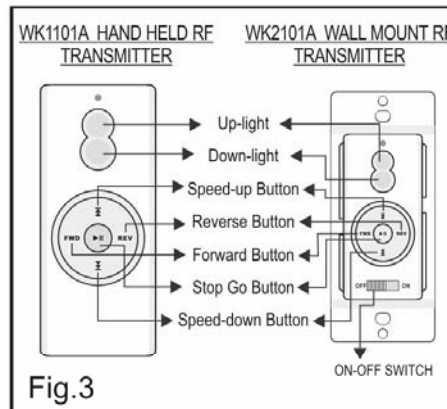

Fig.3
1. OPERATION OF THE REMOTE SYSTEM (See Fig.3)